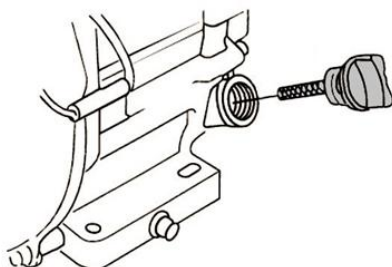

Рис. 6 Крышка-щуп маслосаливной горловины
2. Открутите крышку-щуп маслосаливной горловины и извлеките щуп (Рис. 6).